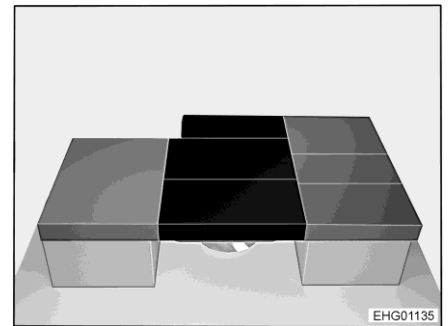

Bild 171 Efter ombyggnaden
- Placera ut tre extra dynor enligt Bild 171.